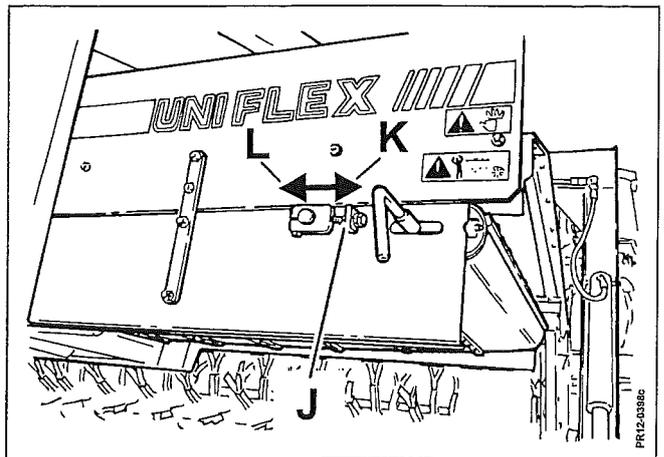

Fig. 5-28
- 1) Har båndet tendens til at arbejde sig fremad/skråt nedad i retning vist ved **G**, strammes båndet en anelse ved **J**, (i retning **K**) Fig. 5-28. Det vil sige, at **afstanden mellem højre og venstre rulle øges**.